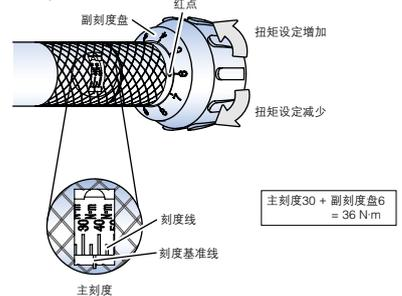

图4
- ① 边看着主刻度边转动副刻度盘,直至主刻度的30N·m刻度线接近刻度基准线,然后慢慢转动副刻度盘,使副刻度盘的0位对准红点。此时设定的扭矩值为30N·m。(图4)
- ② 边看副刻度盘边向右(正方向)转动,使副刻度盘的6对准红点。此时设定扭矩值为36N·m。